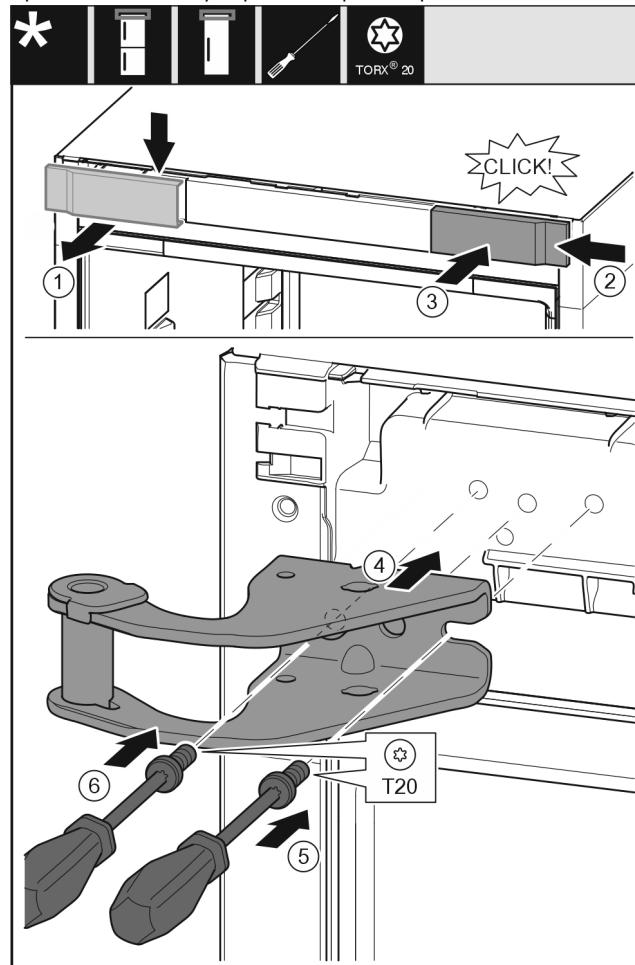

Fig. 9
- Снимите крышку сверху вперед. Fig. 9 (1)
- Навесьте крышку, повернув ее на 180°, справа с другой стороны. Fig. 9 (2)
- Зафиксируйте крышку. Fig. 9 (3)
- Установите верхний опорный кронштейн. Fig. 9 (4)
- Установите и затяните винт отверткой T20. Fig. 9 (5)
- Вставьте и затяните винт отверткой T20. Fig. 9 (6)